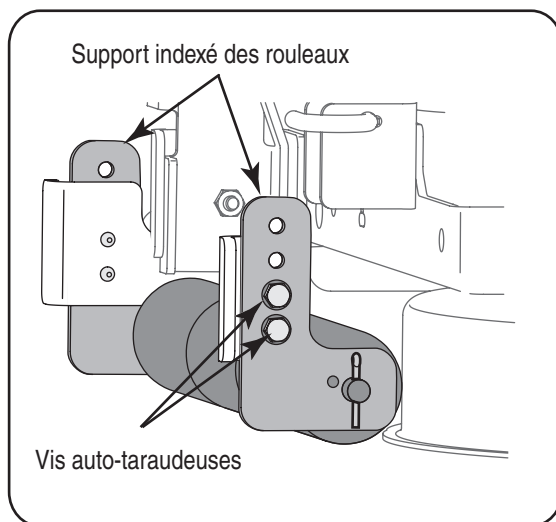

Figure 13
- Positionnez les rouleaux de façon qu'ils se trouvent de $\frac{1}{4}$ à $\frac{1}{2}$ po au-dessus de la surface plane. Alignez les deux trous d'indexage les plus proches avec les trous des supports de montage des rouleaux. Voir la Figure 13.
- Attachez les rouleaux avec les quatre vis auto-taraudeuses. Voir la Figure 13.